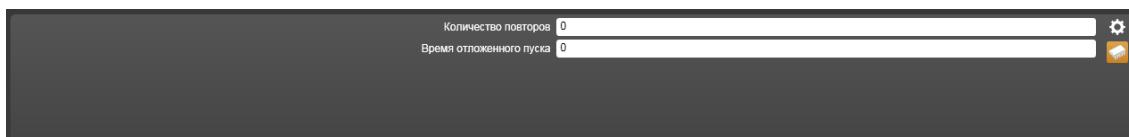

Рисунок 14.14.29 – Свойства **Модуля речевого оповещения МРО-2**
15) **Модуль речевого оповещения МРО-2** (Рисунок 14.14.29).